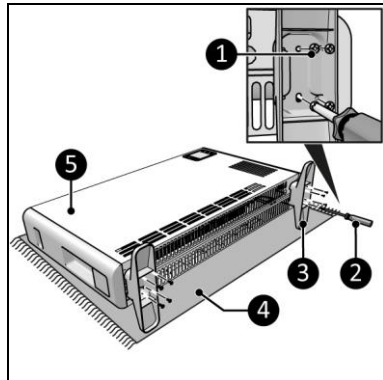

Figure 8
1. Posez l'appareil sur une surface douce et stable (figure 8, pos. 4).
2. Placez les pieds (figure 8, pos. 3) des deux côtés du corps principal (figure 8, pos. 5).
3. Vissez et serrez les pieds avec les petites vis (figure 8, pos. 1) en utilisant les deux trous centraux et les deux trous extérieurs à l'aide d'un tournevis Phillips (figure 8, pos. 2).